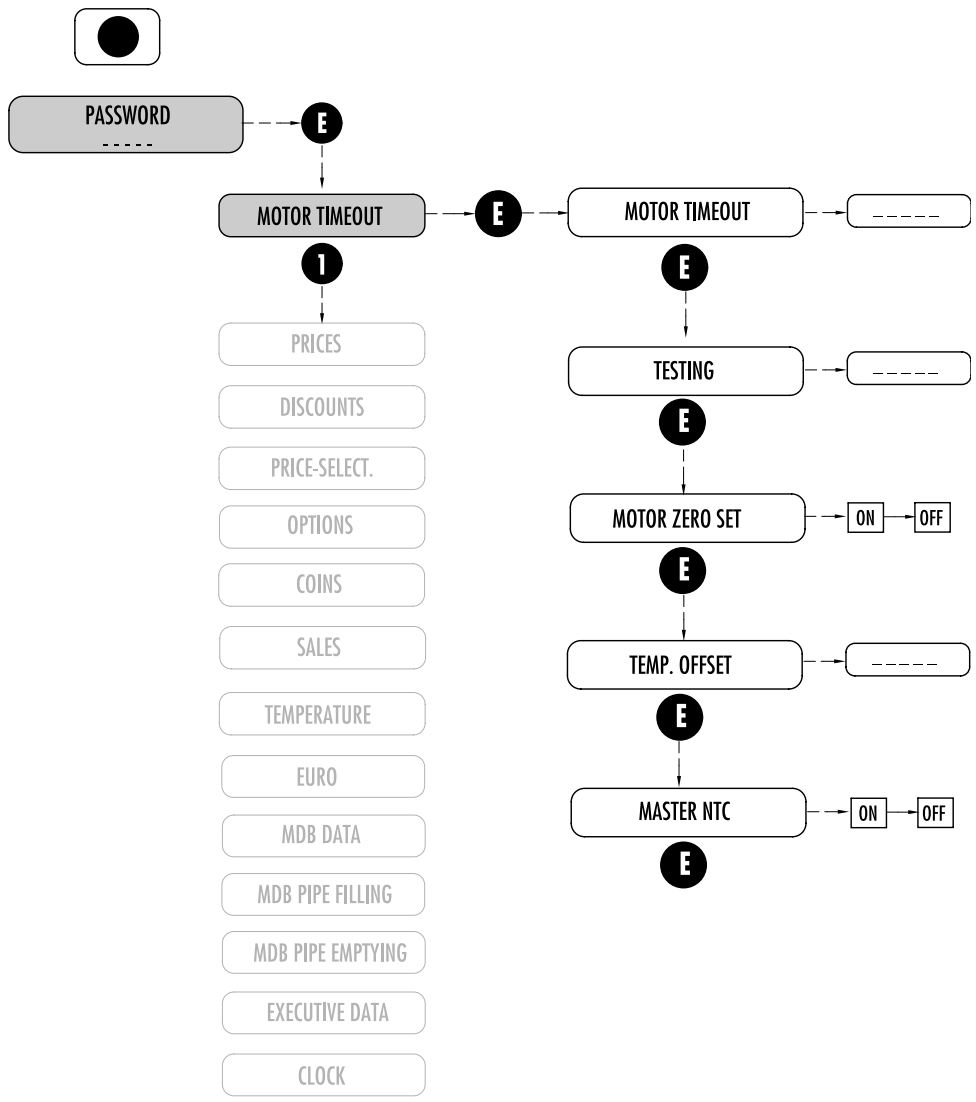

Fig. 7.4
7.2.1 MOTOR TIMEOUT (Fig. 7.4)